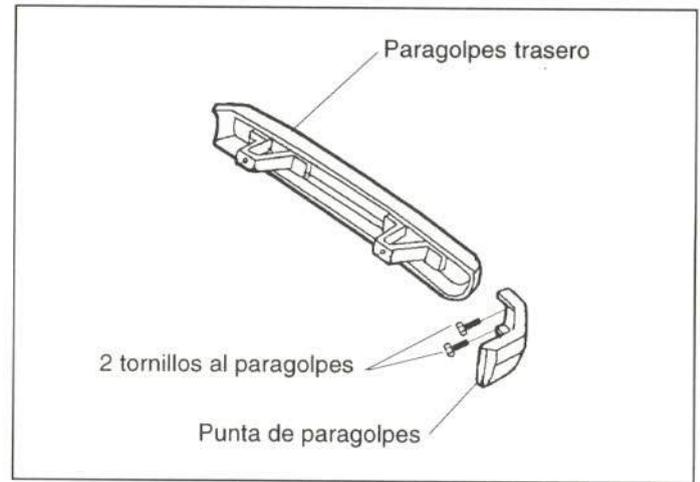

Figura 46.- Comercialización del paragolpes trasero
El fabricante lo comercializa como pieza de recambio independiente, así como sus puntas laterales (figura 46).
- Paragolpes (figura 46)